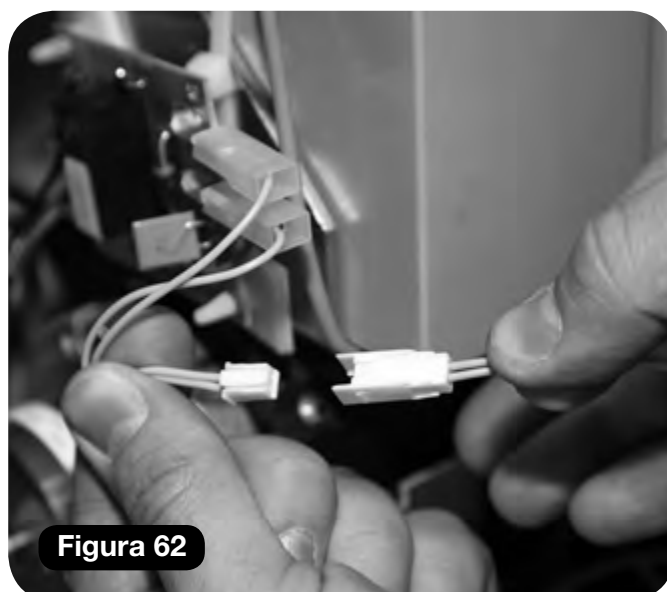

Figura 62
- g Collegare i circuiti della pedana appoggiatepiedi elettrica (doppi gialli) **(Figura 62).**